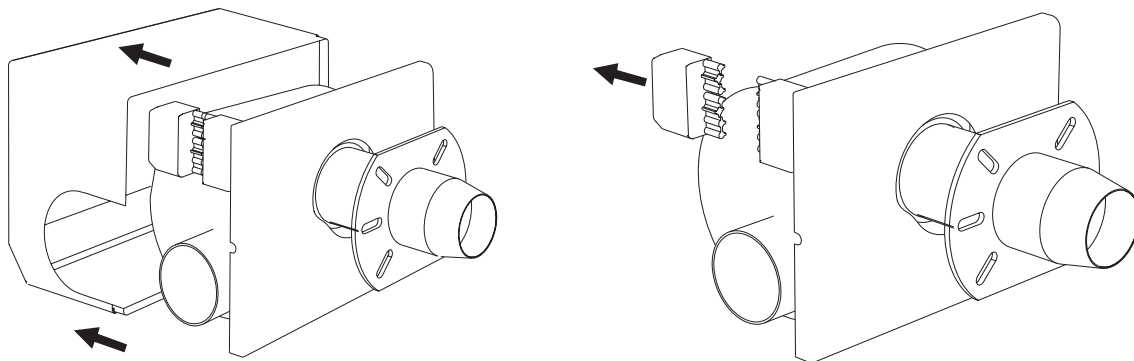

Fig.39 Collegamento elettrico Infra G
- 3) Rimuovere il coperchio del bruciatore e scollegare la spina a 7 poli (fig.39)